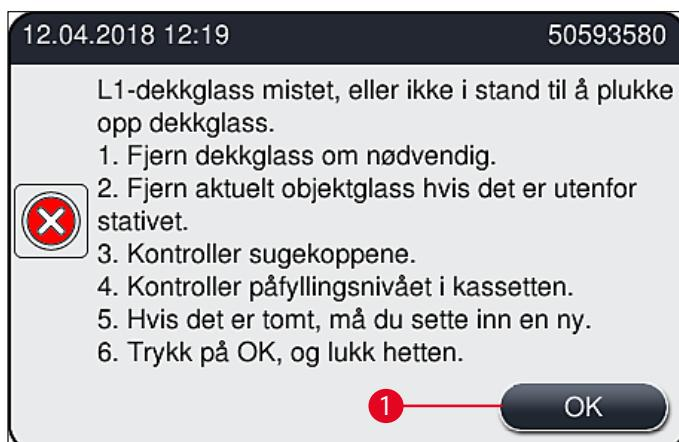

Fig. 111
Hvis **Pick&Place-modulen** mister et dekkglass under transport til objektglasset, eller hvis **Pick&Place-modulen** ikke kan fjerne et dekkglass fra dekkglasskassetten etter 3 forsøk, underrettes brukeren om dette via en feilmelding (→ Fig. 111).
① Hvis denne meldingen (→ Fig. 111) vises, må brukeren først kontrollere om et dekkglass er mistet under transport til objektglasset, eller om **Pick&Place-modulen** ikke kunne ta et nytt dekkglass fra dekkglasskassetten.